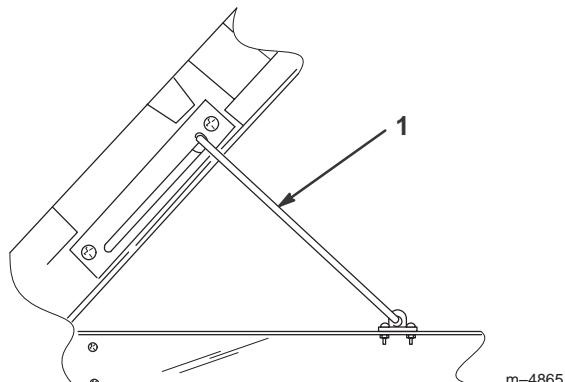

Bild 20
3. Heben Sie die Mulde ganz hoch und senken sie dann etwas ab, um den Ständer einrasten zu lassen (Bild 20).